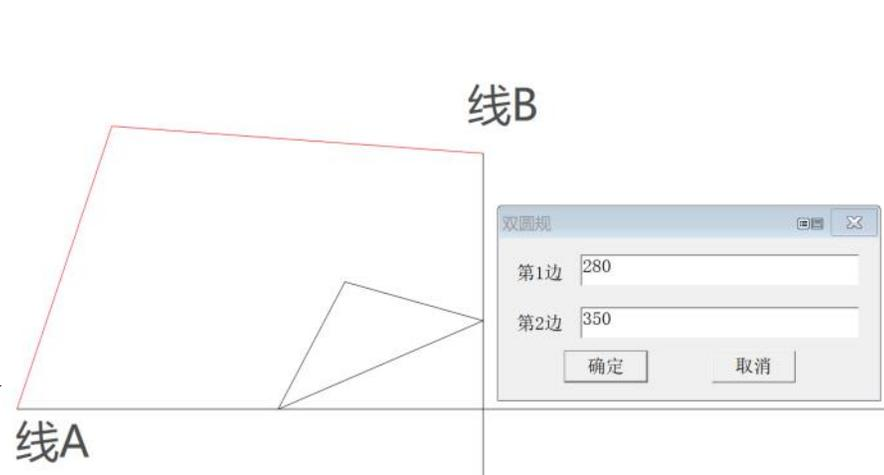

图 19.2 双圆规
- (2) 双圆规: 单击该工具, 在工作区域依次单击选取所需线段上两个端点 (如图 19.2 中线 A 和线 B 两个端点, 向线的一边拖动并单击工作区, 弹出【双圆规】对话框, 输入第 1 边和第 2 边线段所需长度数值, 单击确定即可。